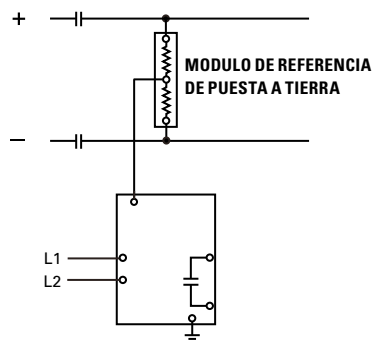

FIGURA 3
Los sistemas de corriente continua (CC) contienen barras positivas y negativas. Si cualquier barra se conecta a tierra intencionalmente, entonces nos referimos a esto como un sistema conectado a tierra. Si ninguno de los barras se conecta a tierra, entonces nos referimos a un sistema dc no conectado a tierra. Una falla a tierra en un sistema dc podría causar daños a la fuente así como en terreno. Si el sistema no está conectado a tierra, entonces es posible usar un relé de falla a tierra instalando un módulo de referencia a tierra entre las dos barras, para establecer un punto neutro (refiérase a la Figura 3). El relé de falla a tierra usa este punto neutro como una referencia para detectar las fallas a tierra de bajo nivel.